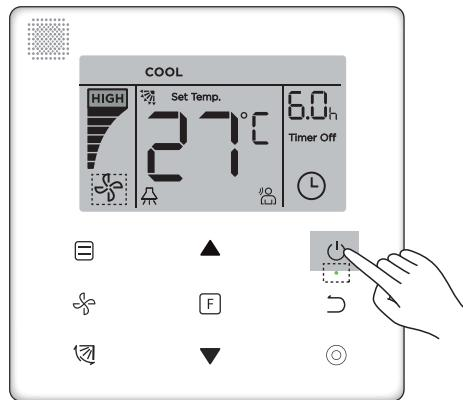

Figura 6.1
- 1) Premere il pulsante “ON/OFF” : l’Indicatore di Funzionamento " • " sul Filocomando si illuminerà, mentre l’icona “ON/OFF” sul display dell’Unità Interna lampeggerà per indicare che l’Unità Interna ha avviato il suo funzionamento (vedi Figura 6.1).